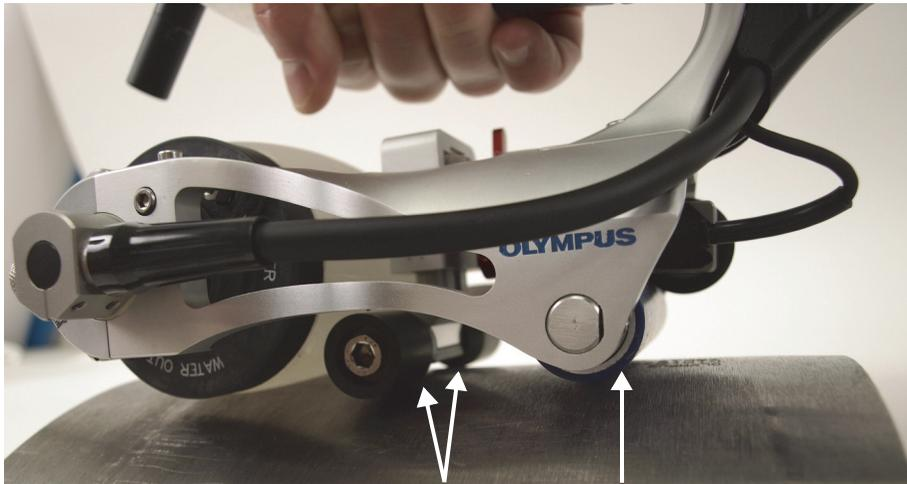

Figure 4-5 Déblocage de la roue centrale
2. Débloquez la roue centrale en plaçant le levier de blocage en position UNLOCKED (Figure 4-5 à la page 64).